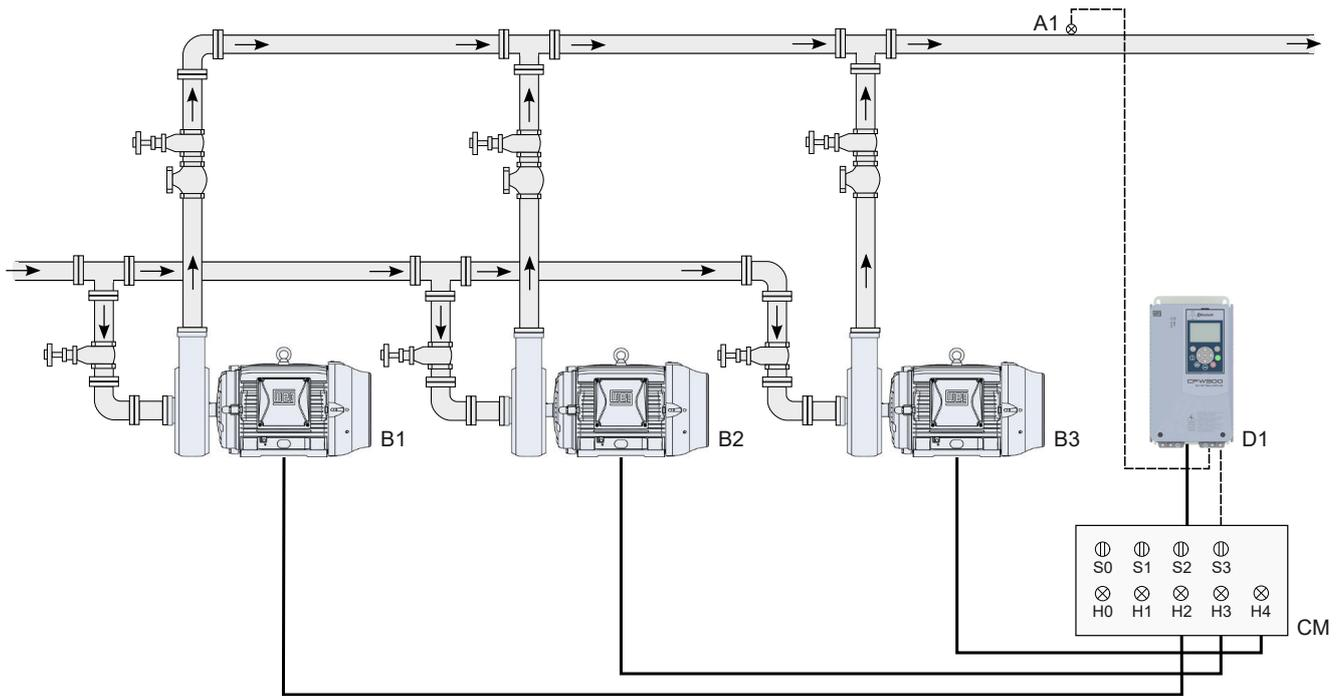
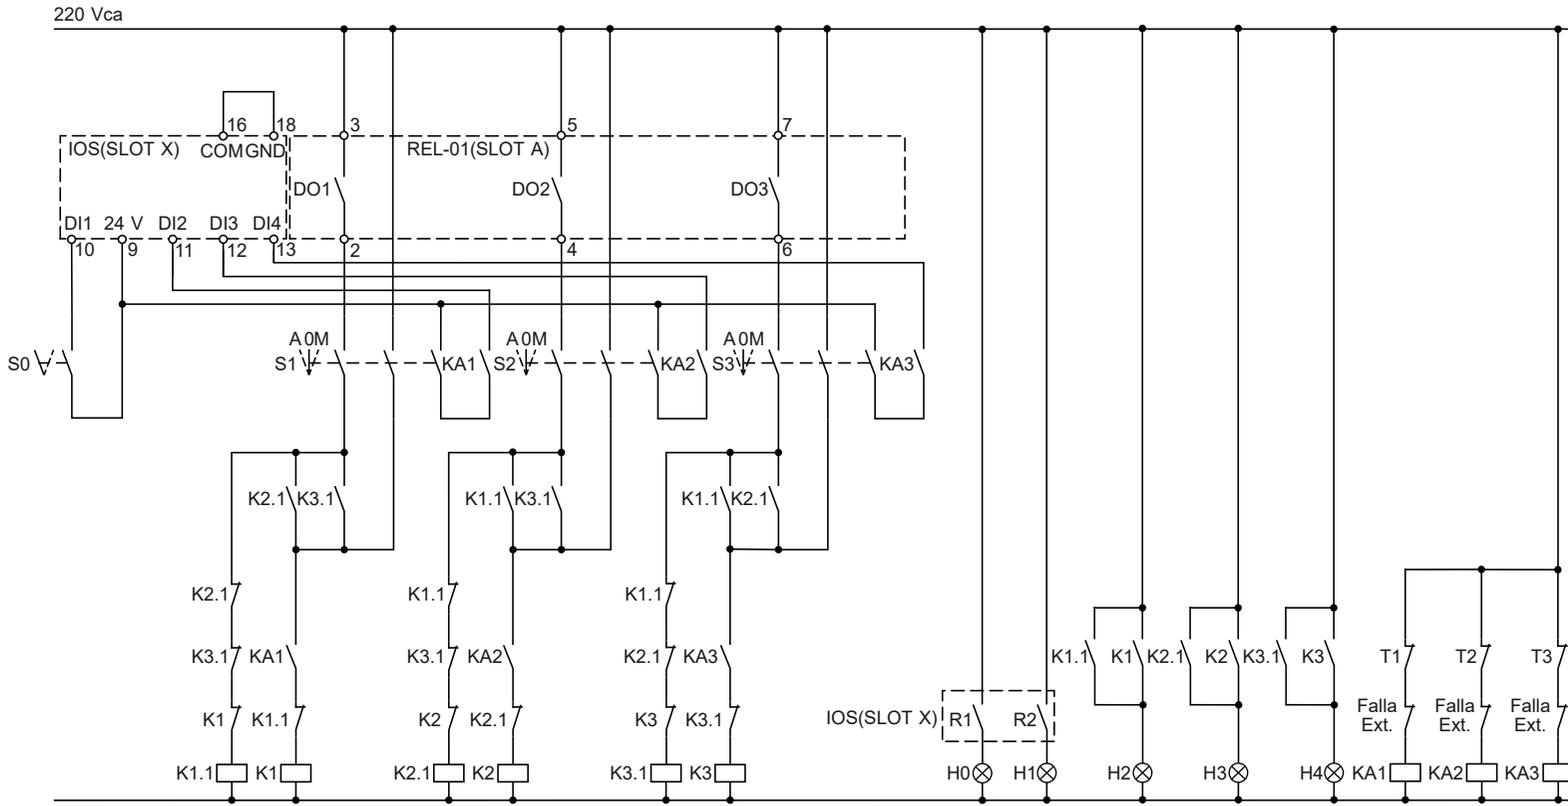

Figura 3.15: Aplicación Pump Genius Multipump con control móvil y setpoint (consigna) del control vía HMI
Figura 3.18: Diagrama funcional para la aplicación Pump Genius Multipump con control móvil y tres bombas en paralelo
Se caracteriza por el hecho de que el sistema consiste en la asociación de dos a ocho bombas en paralelo y el convertidor de frecuencia CFW900 puede ser conectado (a través del contactor en la salida del convertidor comandado por una salida digital) y controlar la velocidad de cualquiera de las bombas, pero siempre la primera bomba que se pondrá en marcha. Con el control del bombeo habilitado y con todas las bombas apagadas, la primera bomba a ser accionada es conectada al convertidor a través de lo mando de una salida digital y las otras bombas son conectadas directamente a la red de alimentación a través de lo mando de las otras salidas digitales accionadas más tarde. Después de detener el sistema, dependiendo de la configuración, disponibilidad y/o tiempo de operación, otra bomba puede ser accionada por el convertidor; con eso, se obtiene un uso por igual de todas las bombas del sistema. El enclavamiento que impide que dos o más bombas estén conectadas a lo convertidor se hace de un modo eléctrico como en la Figura 3.18 en la pagina 3-22.
La Figura 3.15 en la pagina 3-18 muestra un accionamiento típico con tres bombas en paralelo y setpoint (consigna) del control vía HMI, siendo básicamente compuesto por:
Las señalizaciones H0, H1, H2, H3 y H4 no son necesarias para el funcionamiento del Pump Genius Multipump con control móvil, que se utilizan para indicar la condición de funcionamiento de las bombas en el cuadro de mando (CM). En la Figura 3.15 en la pagina 3-18, las señalizaciones H1, H2 y H3 vienen de contactos auxiliares de los contactores K1, K1.1, K2, K2.1, K3 y K3.1 que accionan las bombas 1, 2 y 3 como se muestra en la Figura 3.18 en la pagina 3-22.
La Figura 3.18 en la pagina 3-22 muestra el diagrama funcional de un sistema de bombeo con tres bombas en paralelo con control móvil.